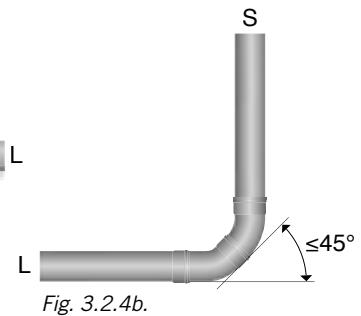

Fig. 3.2.4b.
- Stående samlingsledning (S) som övergår i liggande samlingsledning (L) ska utföras med två böjar med vardera vinkeln högst $\alpha \leq 45^\circ$ eller med en särskild utformad rördel. Se fig. 3.2.4b.
- Stående anslutningsledning (S) som övergår till liggande anslutningsledning (L) kan utföras med vinkel $\alpha \leq 90^\circ$.